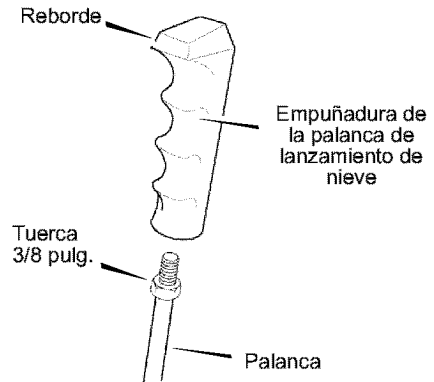

Figura 50
1. Monte la empuñadura de la palanca de lanzamiento de nieve en la palanca hasta que quede apretada contra la tuerca (vea la Figura 50).